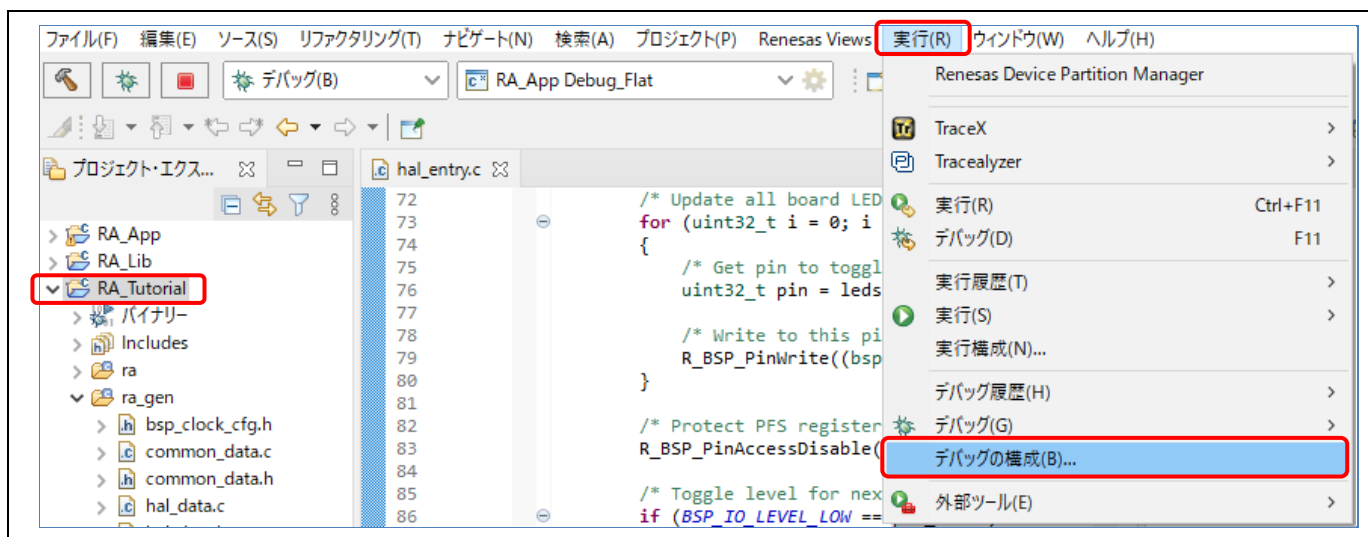

図 92 デバッグ – [デバッグ構成] ウィンドウを開く
- (1) [デバッグ構成] ウィンドウを開きます（「図 92」参照）。
- (2) [デバッグ構成] ウィンドウの左ペインに表示されたデバッグ構成（例：“RA_Tutorial Debug_Flat”）を選択し  アイコンをクリック（現在選択している起動構成をコピー）すると、複製されたデバッグ構成（例：“RA_Tutorial Debug_Flat(1)”）が作成されます。
- (3) デバッグ構成は「5.1 既存デバッグ構成の変更」で説明した方法で設定できます。